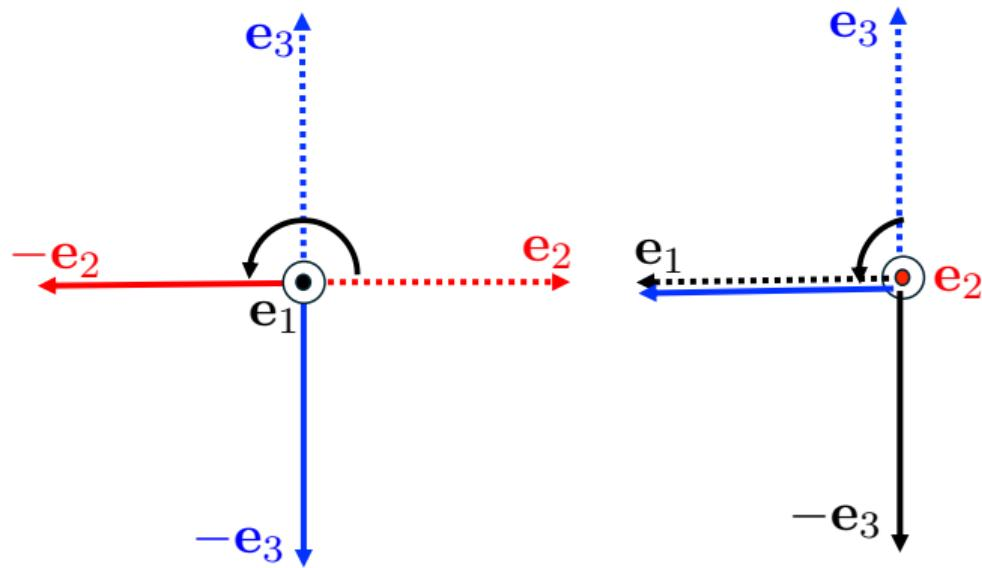

図 2: 回転操作: (左)  $x_1$  軸まわりに  $\pi$  回転させた際の単位ベクトル. (右)  $x_2$  軸周りに  $\frac{\pi}{2}$  回転させた際の単位ベクトル.
- $T'$  は  $T$  における  $e_2 \rightarrow -e_2$  および  $e_3 \rightarrow -e_3$  としたものであるので (図 2 左)
- $x_2$  軸周りに  $\frac{\pi}{2}$  回転させた  $T''$  を考える(図 2 右). この時,  $T''$  は基底ベクトルを  $e_1 \rightarrow -e_3$ ,  $e_3 \rightarrow e_1$  と変換したものなので,